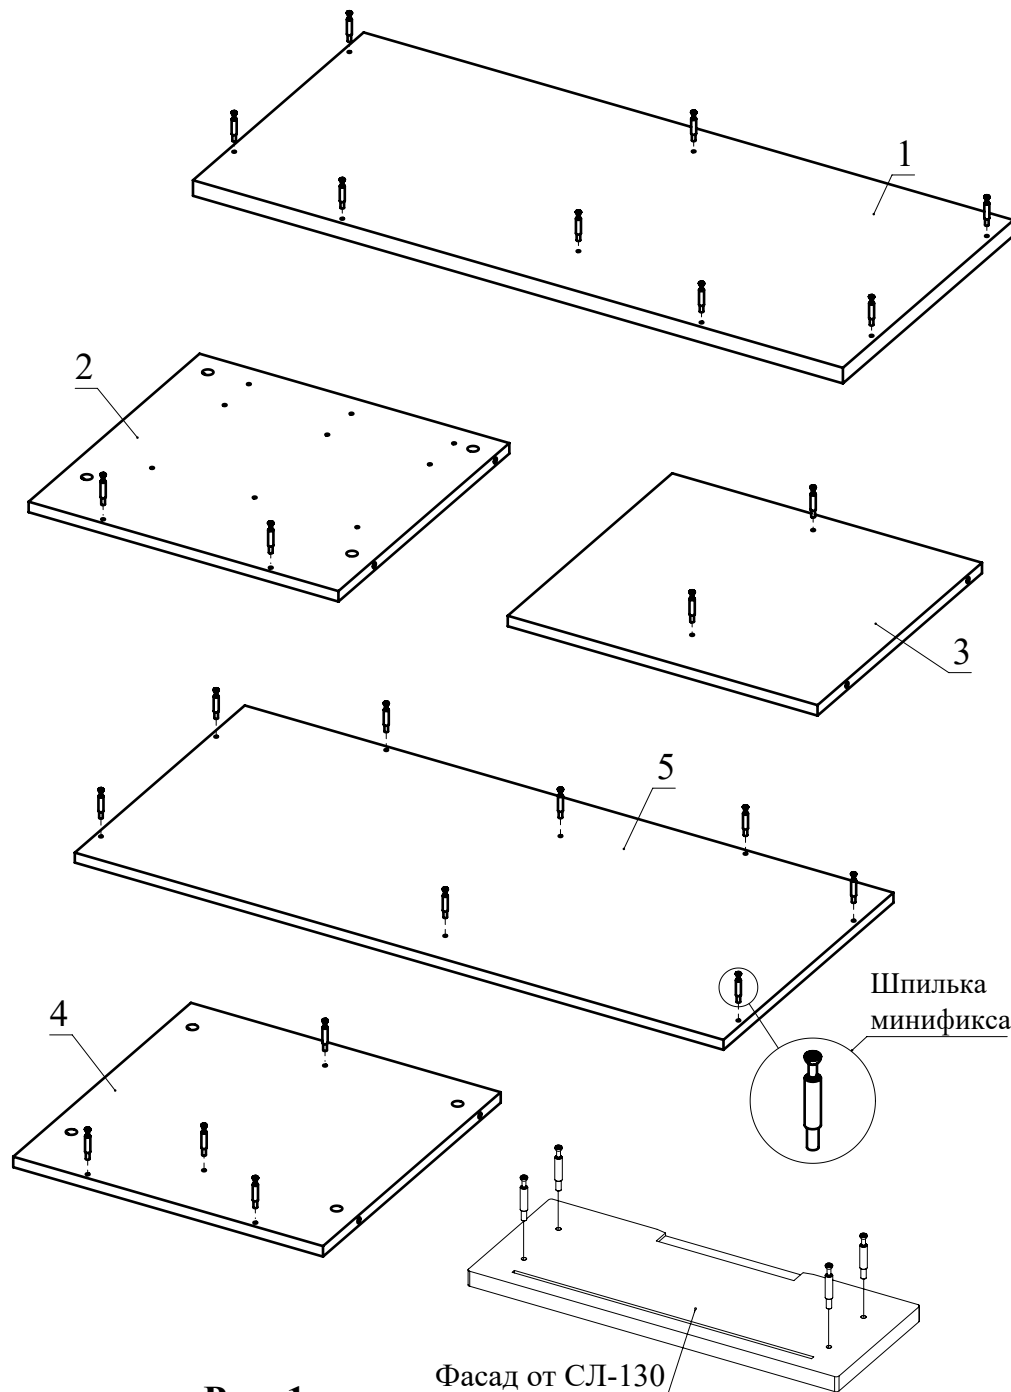

Рис. 1
- Вкрутите шпильки минификсов в детали 1, 2, 3, 4, 5 и фасады ящиков от СЛ-130 (Рис. 1).